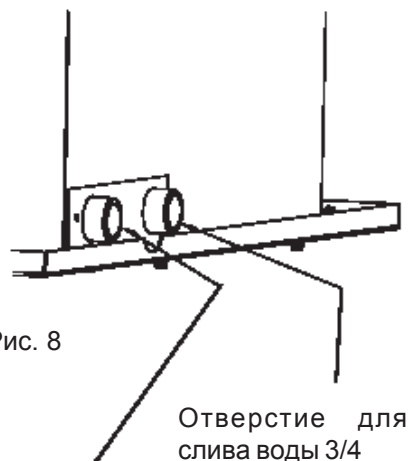

Рис. 8
Необходимо осуществить следующие операции (рис. 8):
- Подсоединить гибкий шланг к входному штуцеру прибора (рис.8), а затем к водопроводной сети.
- Подсоединить сливную трубку к соответствующему штуцеру прибора и далее подвести его к сифону (рис. 8).